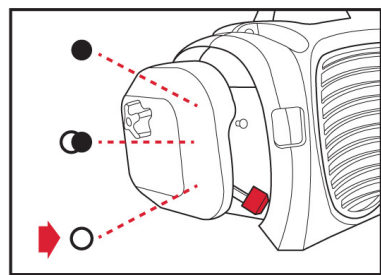

Fig. 4H
7. Ya puede poner la palanca del carburador en la posición de ABIERTO ○ (Fig. 4H), y operar con su máquina.